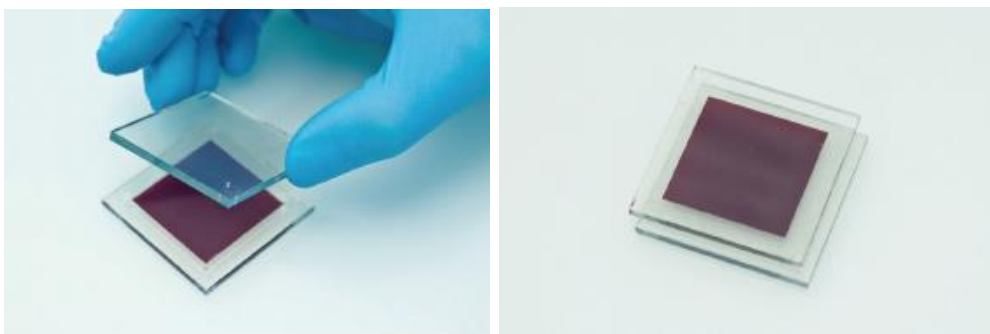

Figura 7. Alinhamento dos elétrodos A e B.
- Uma vez preparados os dois elétrodos, deve colocar-se o elétrodo A sobre o elétrodo B, de tal forma que os materiais depositados nos dois elétrodos fiquem voltados para o interior. No final, os dois vidros devem ficar ligeiramente desalinhados, como mostra a Figura 7.